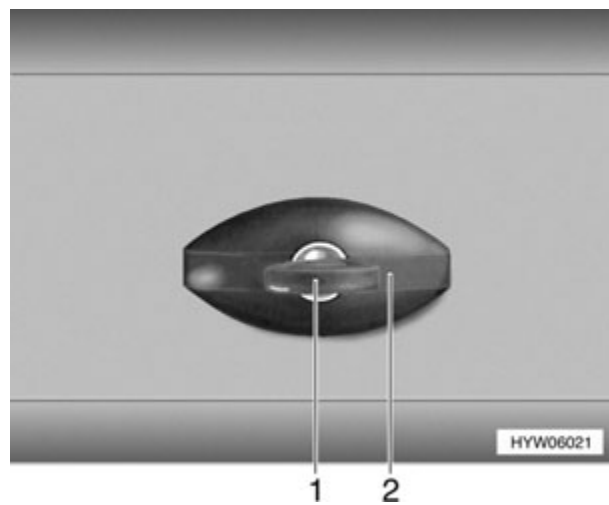

Fig. 30 Cerradura de la trampilla (variante 2)
- ▷ En caso de lluvia puede penetrar agua en la cerradura de la trampilla abierta. Por lo tanto, debe cerrarse el asidero de la cerradura (Fig. 30,2) como se muestra en la Fig. 30.
- Introducir la llave en el cilindro de cierre (Fig. 30,1) y girarla un cuarto de vuelta en sentido contrario a las agujas del reloj. El asidero de la cerradura (Fig. 30,2) se abre de golpe.